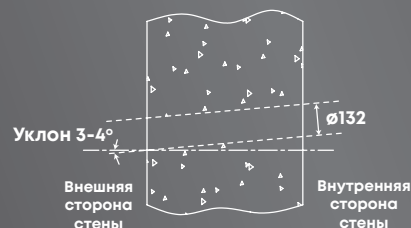

Рис. 4.
- Закрепите прибор на стене с помощью 4 шурупов, используя отверстия, отмеченные на Рис. 4.